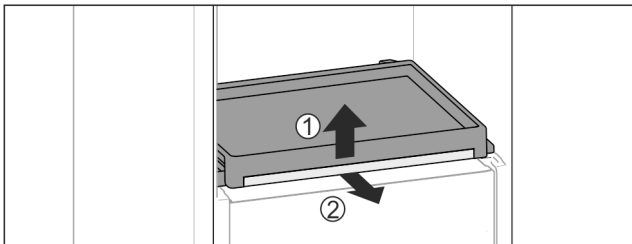

Fig. 113
- ▶ Uitschuifplateau met glasplaat eruit halen: Glasplaat aan de voorkant licht omhoog tillen Fig. 113 (1) en vanaf de voorkant eruit trekken Fig. 113 (2).